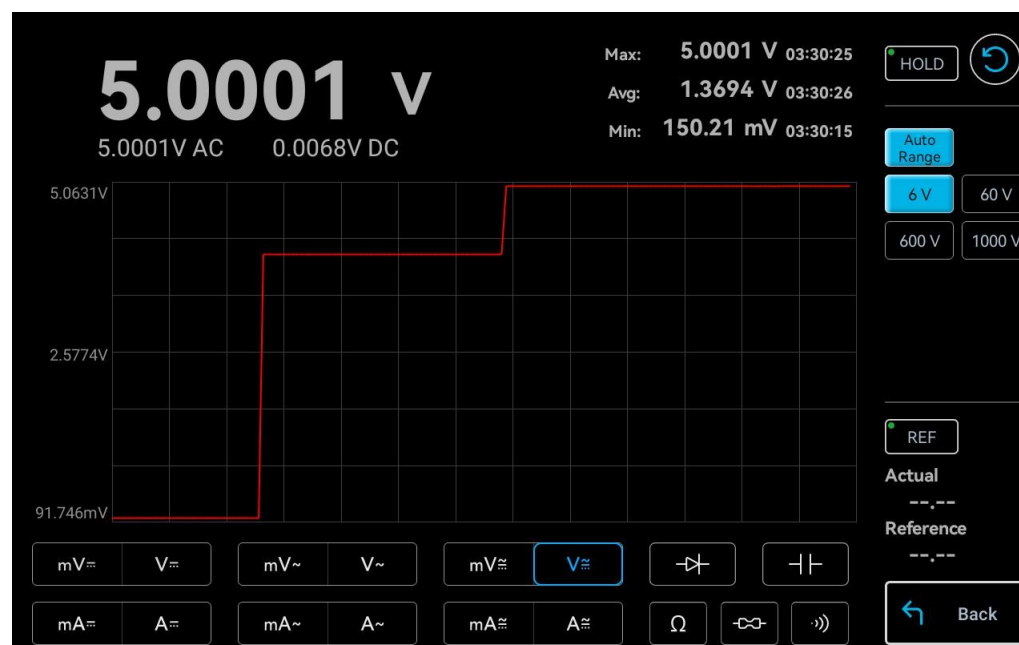

Abbildung 8-5 AC+DC-Spannungsmessung (V)
Testschritte: Wählen Sie im Bereich zur Auswahl der Messgrößen „“ die Option zur Aktivierung der AC+DC-Spannungsmessung (V) aus, wie in Abbildung 8-5 dargestellt.